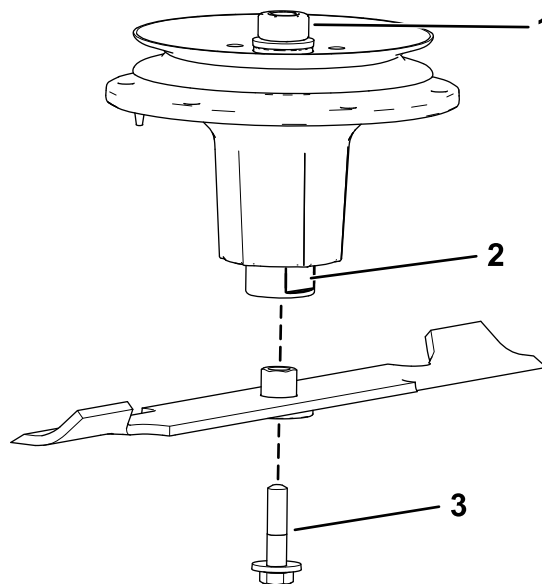

Figure 106
2. Installez l'ensemble douille et lame sur l'axe de pivot (Figure 106).